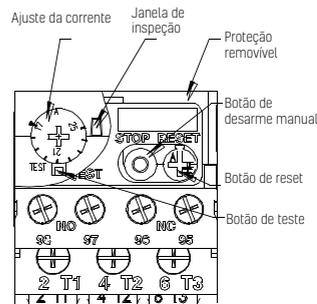

Figura 4: Mapa de esboço da disposição do painel de termorelay
7.1.3 Inspeção da flexibilidade de ação do relé térmico na chave de partida. Remova a tampa da chave de partida, vire a tampa removível do relé térmico e, em seguida, pressione o botão de reinicialização azul com uma pequena chave Phillips e gire no sentido horário de 90° (isto é, A no botão de reinicialização apontar para o ponto de ancoragem verticalmente. Depois disso, pressione o botão de teste vermelho verticalmente com um chave ranhurada e o som da ação de contato pode ser ouvido, então solte-o e o som da reposição do contato poderá ser ouvido (o multímetro também pode ser usado). Se o bloqueio ocorrer no teste, substitua-o. (veja a Figura 4)
7.2.3 Quando a chave de partida é entregue, o valor de corrente de ajuste do relé térmico de sobrecarga foi ajustado ao mínimo na faixa de ajuste de corrente. Se os usuários quiserem selecionar outro valor de ajuste de corrente, abra a tampa removível, gire o mostrador de corrente com uma pequena chave ponta cruzada para que a flecha aponte para o valor da escala atual como a mesma que a corrente nominal do motor protegido. E se o valor de corrente entre dois valores de escala for usado, gire a configuração do mostrador atual na proporção. Se a ação do relé de sobrecarga térmica for desencadeada durante a partida do motor, aumente um pouco o valor de ajuste de corrente até a chave de partida. (veja a Figura 4)
7.2.7 Os relés térmicos de sobrecarga no motor de partida são todos ajustados manualmente. Se a reinicialização automática for necessária, os usuários podem ajustar por si mesmos: é só remover a parte frontal suavemente, manter pressionado o botão de reinicialização azul com uma pequena chave e girar o botão no sentido horário de 90°. (Veja a Figura 4).